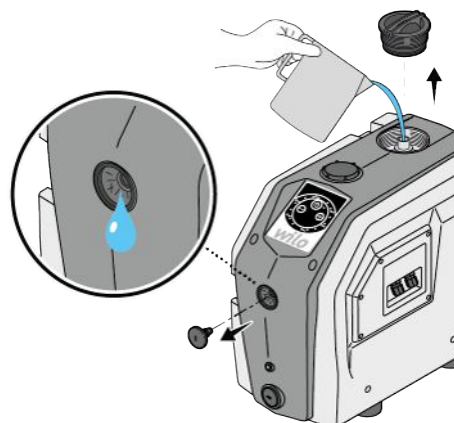

Fig. 9: Пълнене
- Напълнете продукта с вода (приблизително 1,5 L), докато водата започне да излиза от вентилационния отвор (Fig. 9).